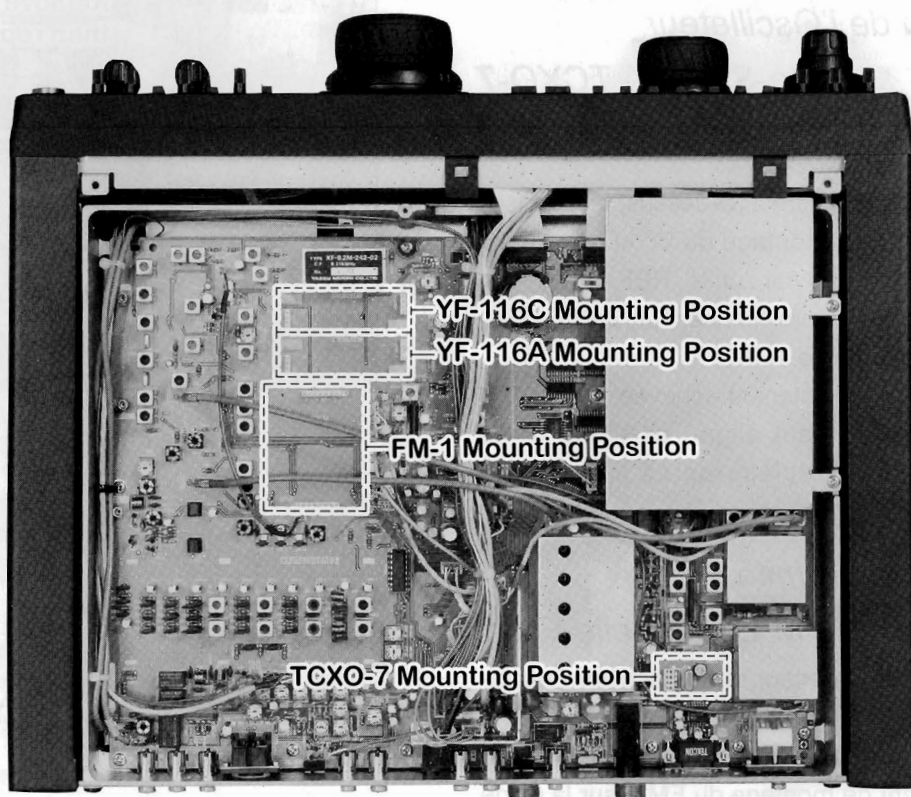

Figure 2
- 2 Référez-vous à la Figure 2, et localisez l'emplacement de montage des filtres CW (YF-116C) et/ou AM (YF-116A) sur la Carte PRINCIPALE.
- 2 Référez-vous à la Figure 2 (ci-dessus), et localisez l'emplacement de montage du TCXO-7, qui est actuellement occupé par l'unité "REF OSC".
- 2 Référez-vous à la Figure 2, et localisez l'emplacement de montage du FM-1 sur la Carte PRINCIPALE.